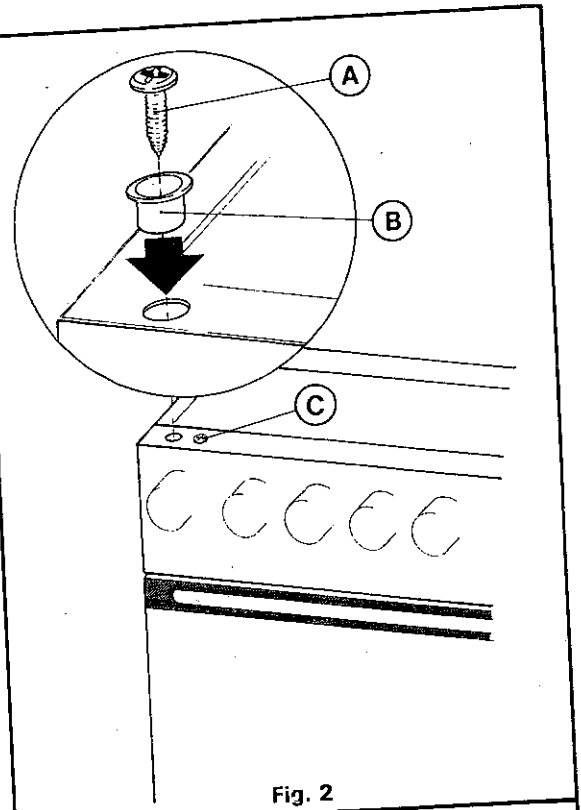

Fig. 2
- Soulever le plan de travail après avoir dévissé les vis A (Fig. 2) et enlevé les douilles B du plan.